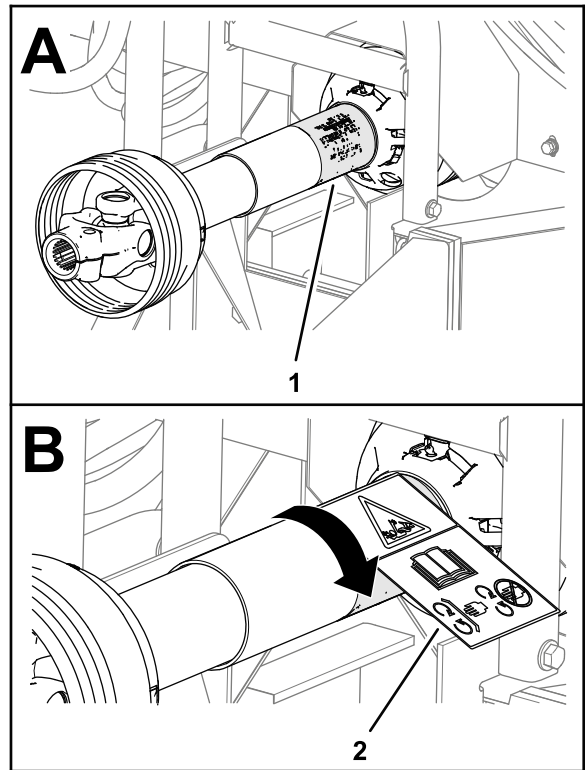

Bild 3
1. Drehen Sie den Wellenschutz, um Zugang zum vorhandenen Aufkleber für Einzugsgefahr zu erhalten (Bild 3)
4. Bringen Sie den CE-Aufkleber für Einzugsgefahr über dem vorhandenen Aufkleber für Einzugsgefahr auf (Bild 3).